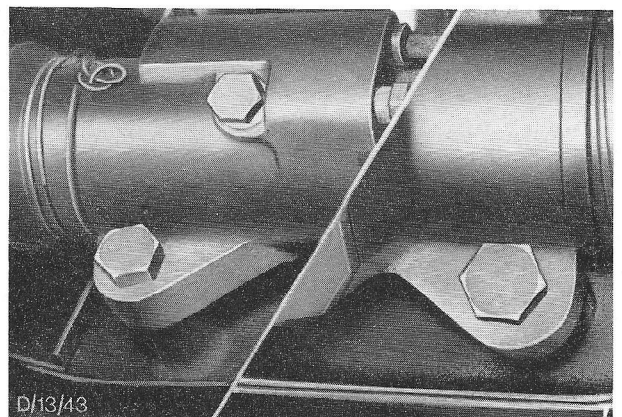

Fig. 10. Bevestigingsbouten van stuurhuis.
6. Verwijder de twee bevestigingsbouten van het stuurhuis, zie fig. 10, en neem het complete stuurhuis uit de wagen.